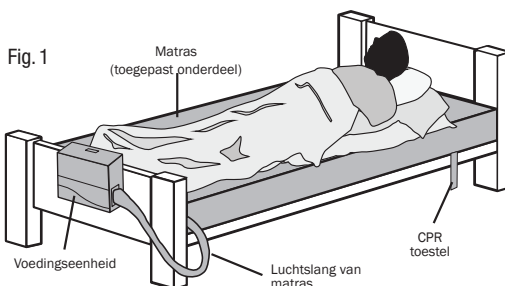

Fig. 1
2. Leg het matras op het bedframe. Zorg ervoor dat de matrasslang aan het voeteneinde aan de rechterkant naar buiten komt en dat de gekleurde hoes zich bovenaan bevindt (Fig. 1).